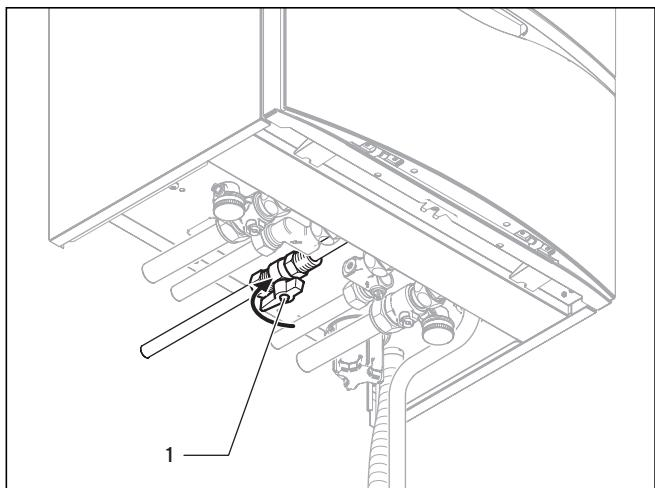

Abb. 2.1 Gasabsperrhahn schließen (außer VC 466 und VC 656)
- Gasabsperrhahn (1, Abb. 2.1, 2.2) am Gerät schließen!